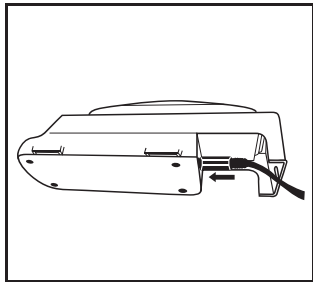

Fig. 1a
- Trousse de chargeur pour une pile TR-641N 3M^{MC} : Insérer le cordon d'alimentation c.c. de la trousse de chargeur pour une pile TR-941N 3M^{MC} dans le support de charge (Fig. 1a). Insérer le cordon d'alimentation dans une source d'alimentation c.a. (100 à 240 V), par exemple une prise de courant murale.